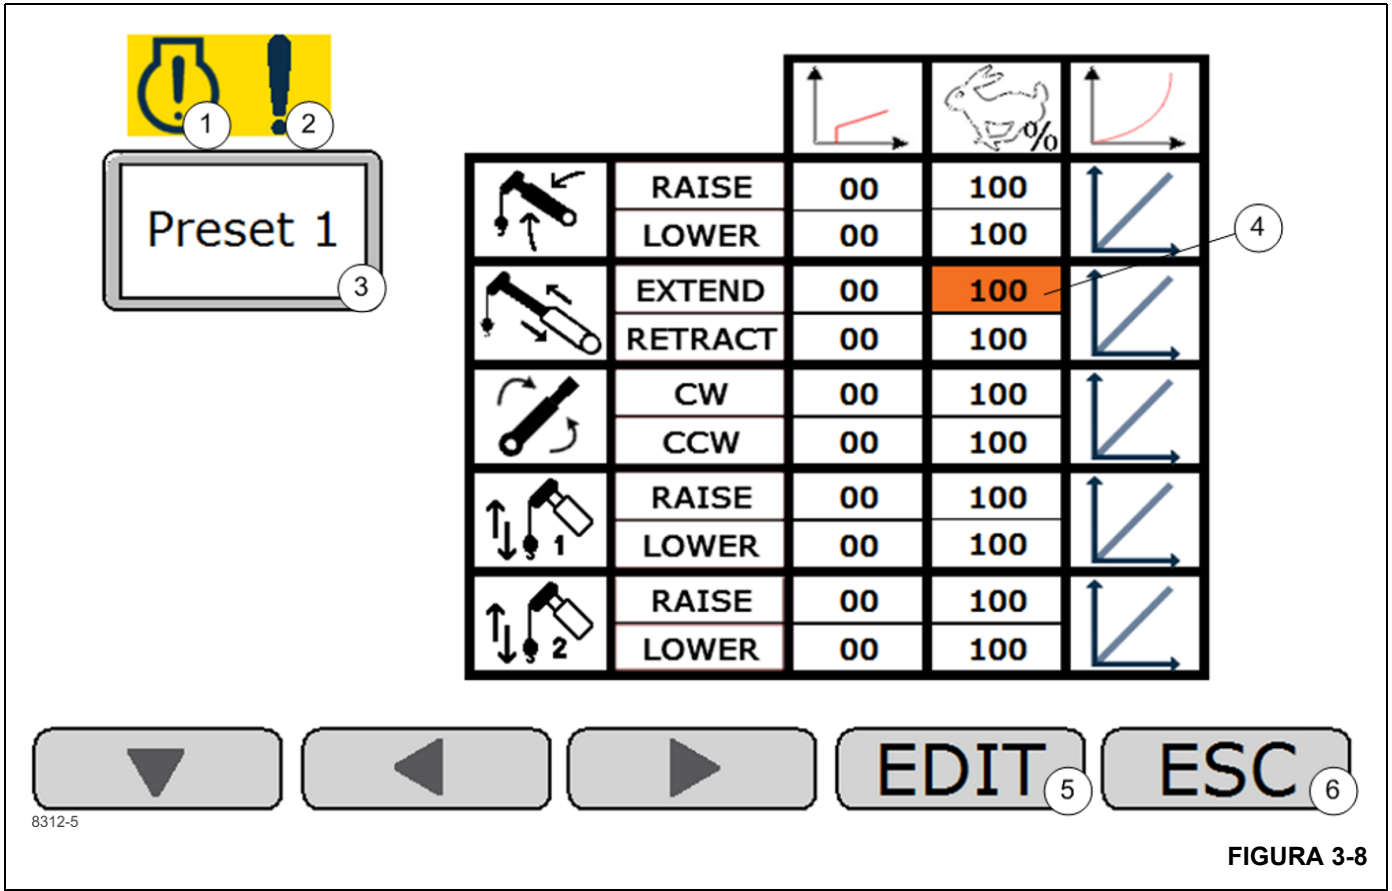

FIGURA 3-8
Vista 2 de modificación de preajustes (Figura 3-8)
Indicador de falla de motor activa (1) (Figura 3-8)